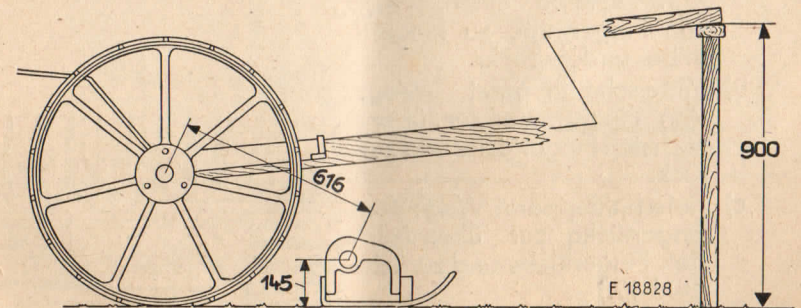

Bild 17
c) Systemmaße: Diese betragen von Achsmitte bis Mitte Kippdrehpunkt am Ärmelgelenk 616 mm bei Bodenentfernung des Kippdrehpunkts von 145 mm. Durch Ausrichten des Gelenkbalkens oder Unterlegen von Scheiben vor oder hinter das Befestigungsauge für den Gelenkbalken unter dem Getriebegehäuse kann das angegebene Maß 616 mm bei eventueller Veränderung wieder hergestellt werden (Bild 17).